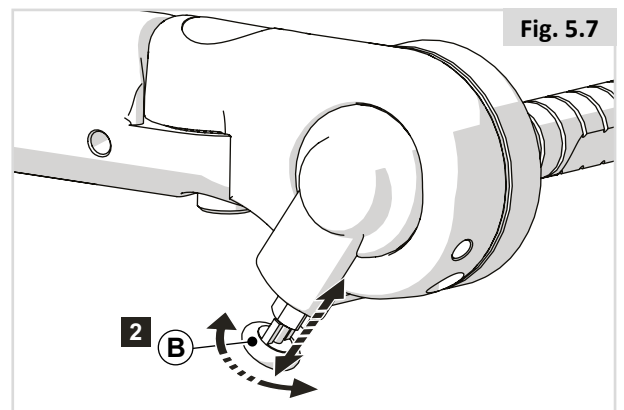

Fig. 5.7
Reposabrazos abatible, reclinable y multiajustables (Fig. 5.7)
2. Fije el reposabrazos en posición abatible hacia arriba girando el bloqueo (B) hacia dentro. (Fig. 5.7)